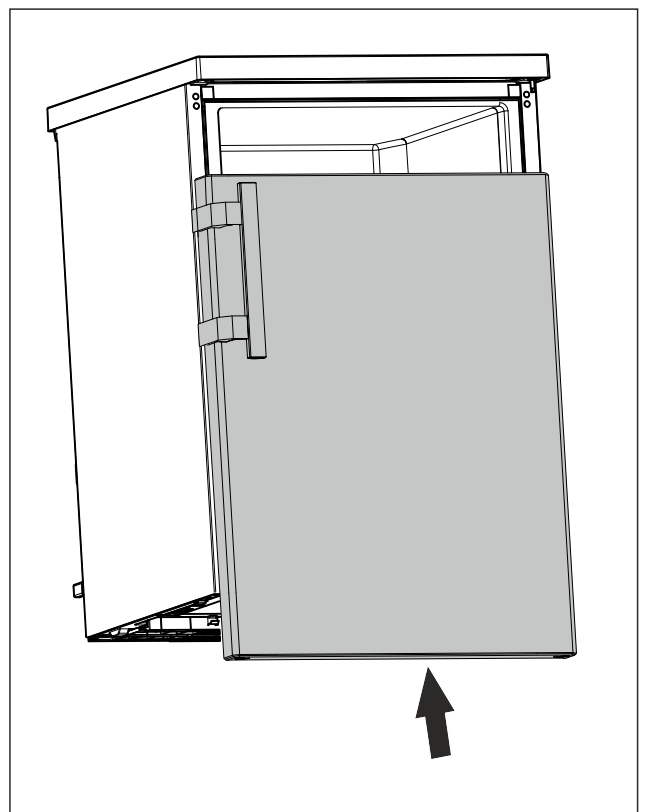

Fig. 19
- ▶ Tür im geschlossenen Zustand auf oberen Bolzen schieben. (siehe Fig. 19)